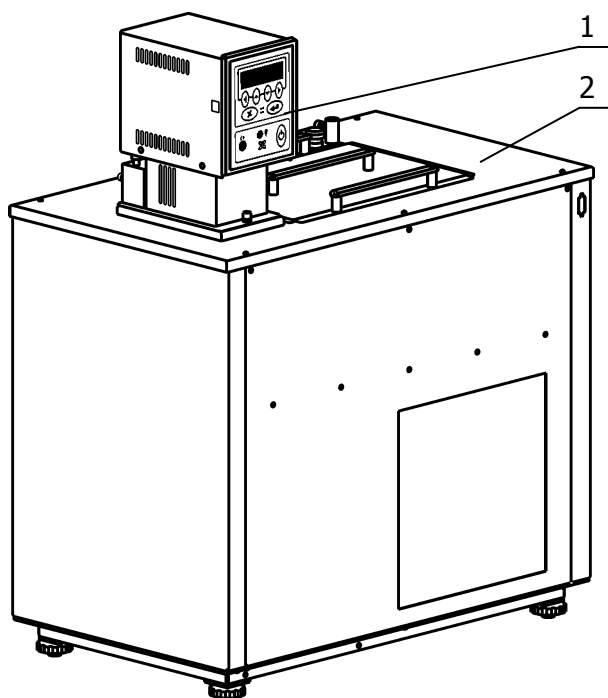
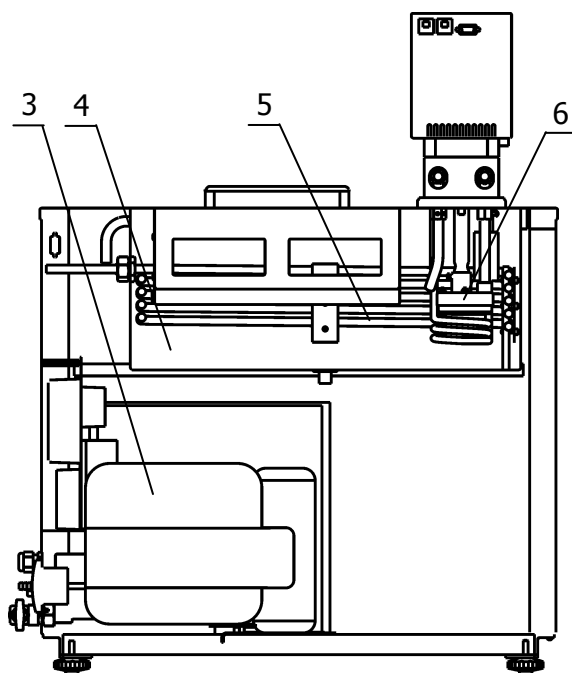

Рисунок 1 — Внешний вид термостата
Рисунок 2 — Устройство термостата
1.4.2 Конструкция термостата состоит из блока регулирования температуры 1 и корпуса 2 (рисунок 1), внутри которого расположена рабочая ванна 4 и размещена холодильная машина 3 (рисунок 2). В рабочей ванне, кроме погружаемой части блока регулирования, расположен теплообменник 5 (рисунок 2), по которому прокачивается хладагент при работе холодильной машины.
1.4.3 Работа термостата заключается в поддержании заданной температуры теплоносителя, циркулирующего в ванне, а также во внешнем потребителе, в случае его подключения. Циркуляция теплоносителя обеспечивается центробежным насосом 6 (рисунок 2), расположенным в блоке регулирования температуры.
1.4.4 Поддержание заданной температуры теплоносителя осуществляется электронным регулятором, расположенными в блоке регулирования температуры 1 (рисунок 1). Охлаждение теплоносителя осуществляется с помощью холодильной машины 3 посредством теплообменника 5, установленного в рабочей ванне 4 (рисунок 2).